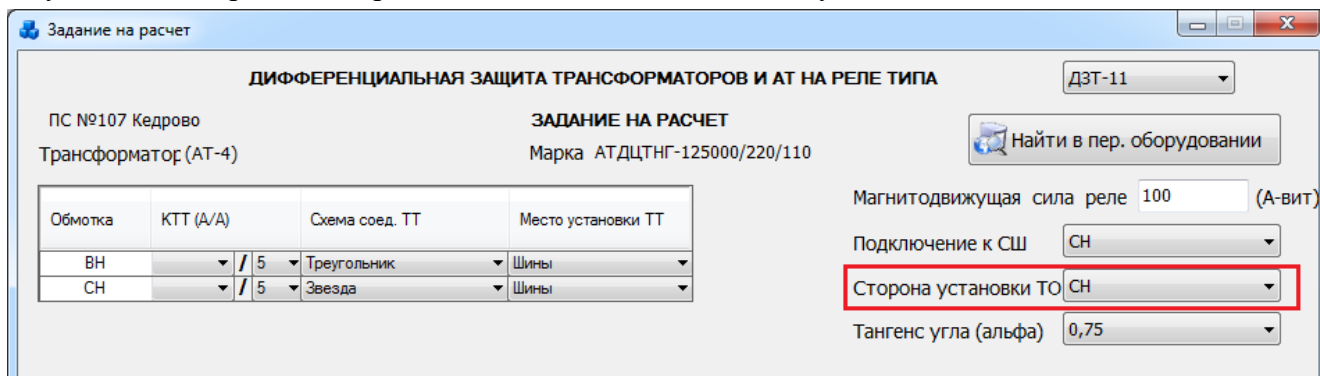
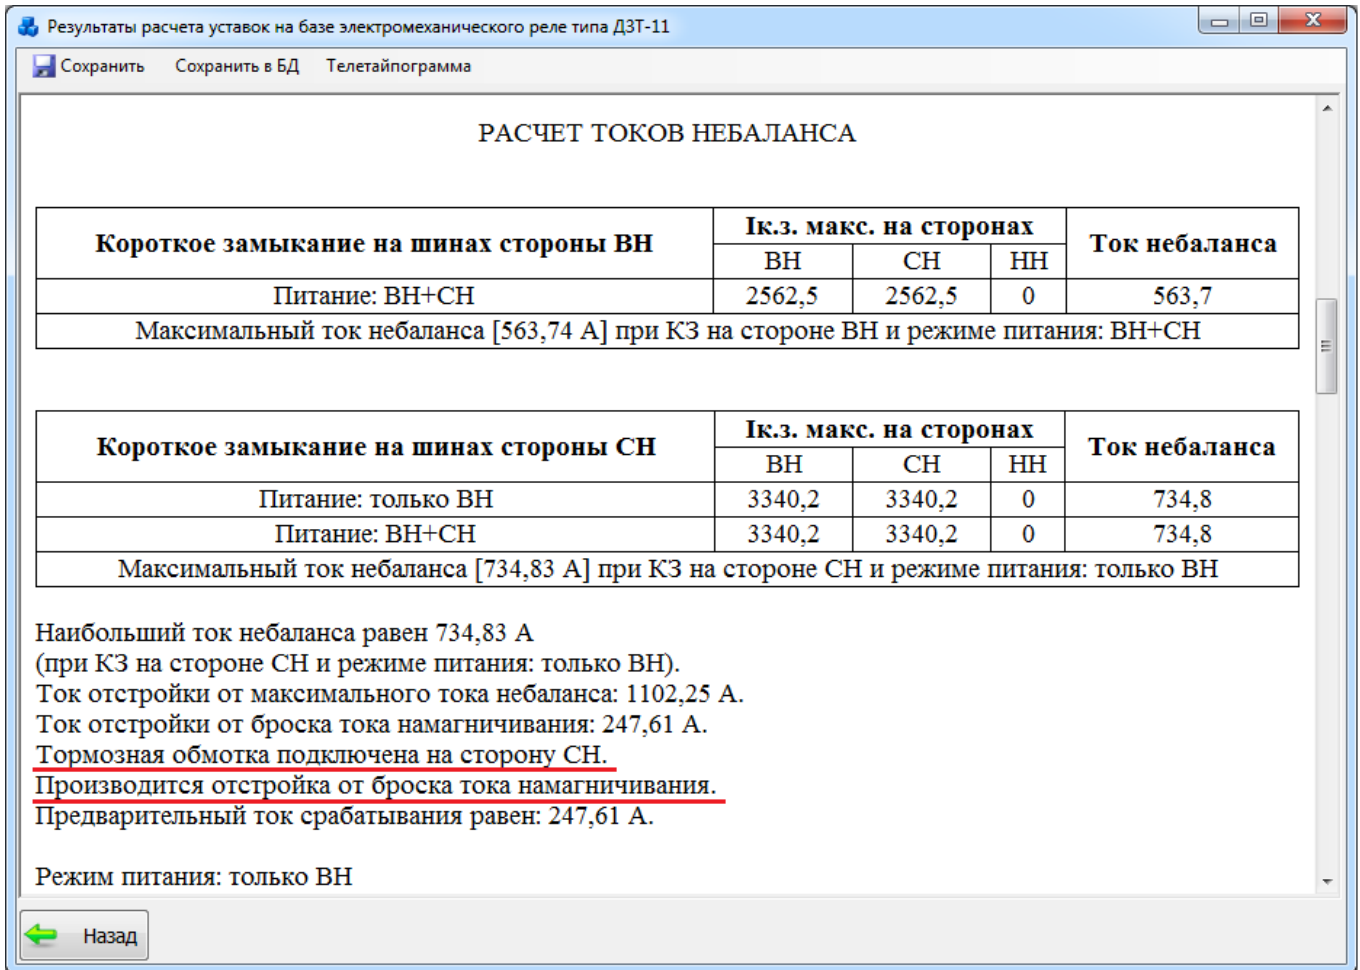

Рисунок 3.9.34
Рисунок 3.9.35
- если сторона НН не подключена к секции шин, т.е. ТО присоединена к трансформаторам тока, установленным на стороне СН (Рисунок 3.9.34), то в этом случае, вне зависимости от наличия питания со стороны СН, ток срабатывания реле рассчитывается по условию отстройки от броска тока намагничивания (Рисунок 3.9.35).